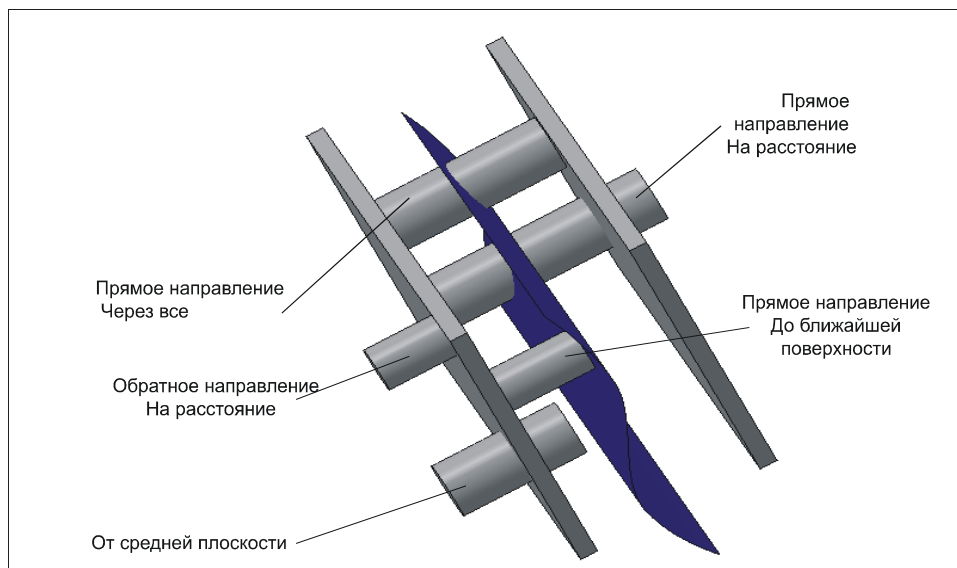

Рис. 19.11. Построение при различных условиях выдавливания
- группа **Способ** — возможность выбора способов выдавливания, показанного на рис. 19.11: